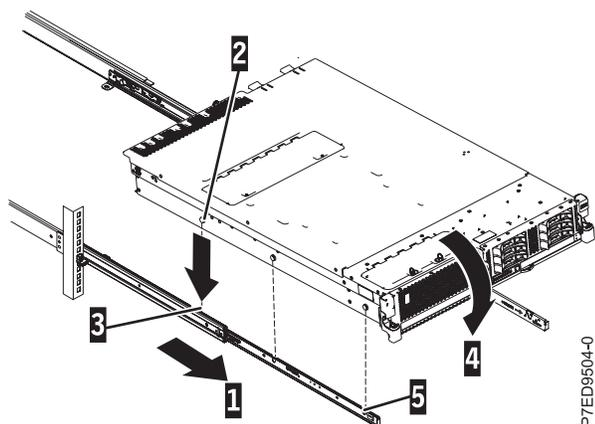

Abbildung 8. Schienen herausziehen und Nagelköpfe des Servers an den Aussparungen der Schiene ausrichten
2. Ziehen Sie die Schienen nach vorne (1), bis sie zweimal einrasten. Heben Sie den Server vorsichtig an und neigen Sie ihn so über die Schienen, dass die hinteren Nagelköpfe (2) am Server an den hinteren Aussparungen (3) an den Schienen ausgerichtet sind. Schieben Sie den Server nach unten, bis die hinteren Nagelköpfe in die beiden hinteren Aussparungen eingreifen, und senken Sie die Vorderseite des Servers (4) ab, bis die anderen Nagelköpfe in die anderen Aussparungen in den Schienen eingreifen. Stellen Sie sicher, dass sich die vordere Verriegelung (5) über die Nagelköpfe schiebt (siehe Abb. 8).